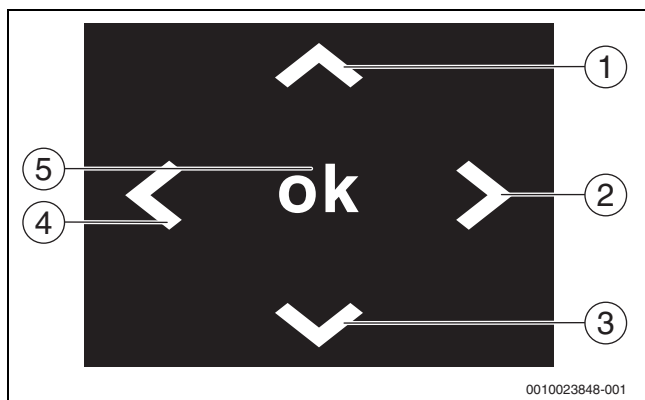

Fig. 13 Aperçu des éléments de commande
- ▶ Sélectionner l'option correspondante en naviguant avec les touches fléchées (→ fig. 13).